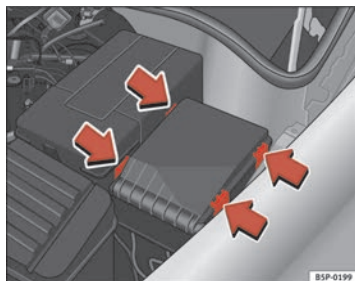

Abb. 178 Sicherungsdeckel im Motorraum
- Haken Sie den Sicherungsdeckel im Motorraum an den Laschen aus, indem Sie die Laschen zur Deckelmitte drücken ⇒ Seite 261, Abb. 178.